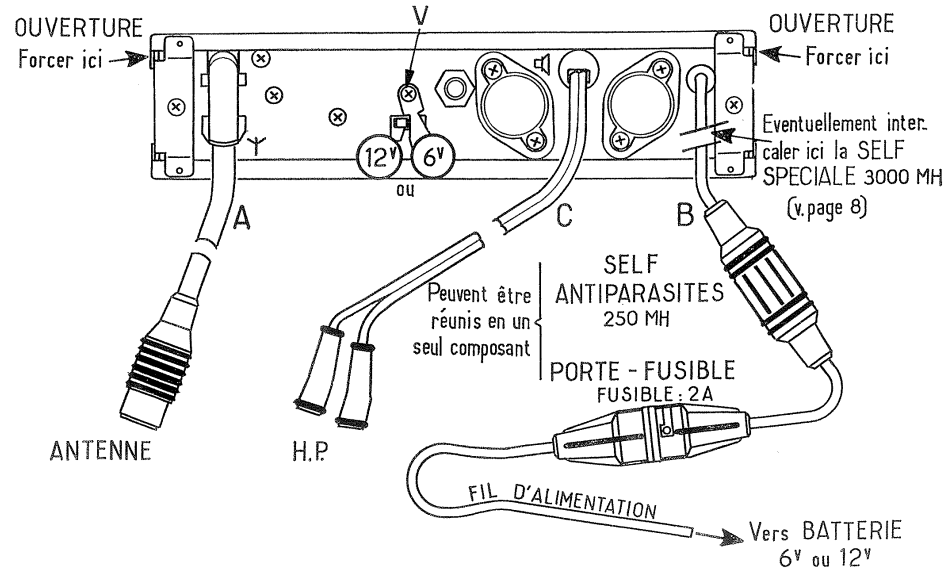

Figure 2
- **POUR LA TENSION**, il existe à l'arrière du TAO 350 un cavalier que l'on peut pousser sur « 12 V » ou « 6 V » après avoir desserré la vis V (fig. 2). Rebloquer ensuite la vis V.
— **POUR LA POLARITÉ :** Retirer le couvercle en forçant dans les angles avec une pièce de monnaie (fig. 2). Se conformer ensuite à la figure 3.
— Avant d'installer le récepteur, prévoir que l'on ne pourra peut-être plus ensuite accéder à l'arrière. En conséquence (fig. 2) avant toute fixation :